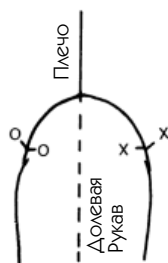

Рис. 348
1. Таким образом, рукав сначала прикалывают, совмещая точки плеча на рукаве и на пройме (рис. 348), а затем продолжают прикалывать его булавками как можно дальше, не поднимая руку.
2. Затем перенесите на пройму лифа точки X и O, которые обозначены на рукаве (рис. 348).